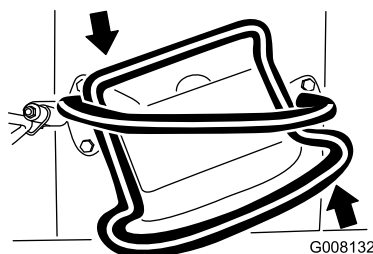

Figura 9
- Per girare a sinistra, ruotate il controllo della trazione in senso antiorario (**Figura 9**).